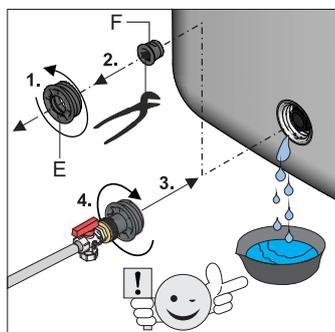

Fig. 6-5 Passaggi 4 + 5
- Svitare il pezzo filettato al raccordo di riempimento e svuotamento (fig. 6-5, pos. E), rimuovere il tappo di chiusura (fig. 6-5, pos. F) e riavvitare immediatamente il pezzo di raccordo del tubo (fig. 6-5, pos. C) nel raccordo di riempimento e svuotamento.